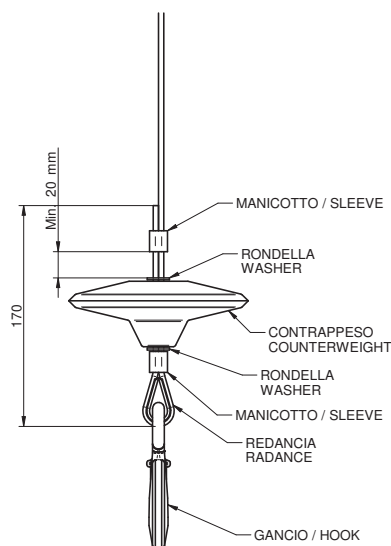

Abb. 4.6
6.1) Abb. 4.6 Mit Aluminiumpresshülsen, eine unten und die andere oben (wie bei der Originalmaschine), wenn eine geeignete Presse oder ein geeignetes Werkzeug vorhanden ist.